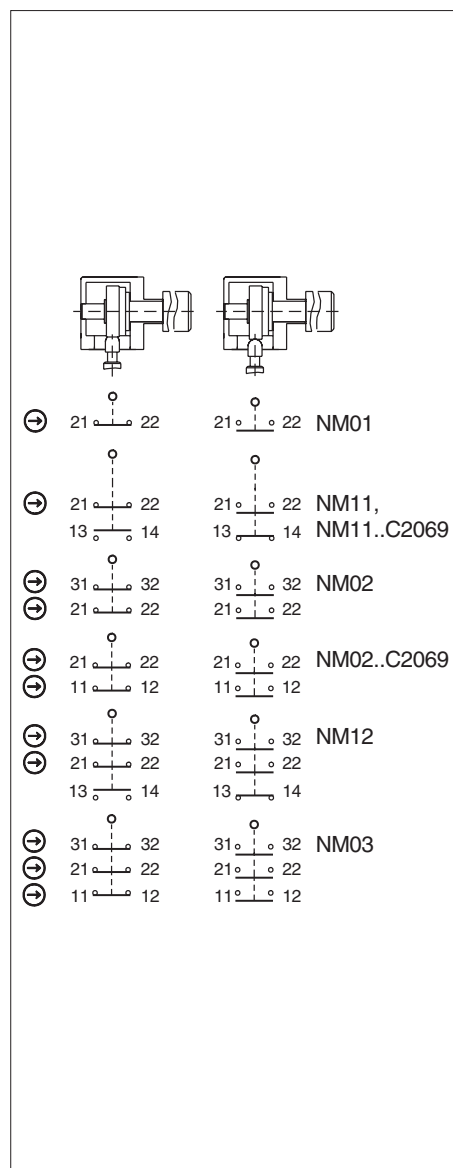

Fig. 3: Microinterruttori e commutazioni
Occorre utilizzare almeno un contatto (⊖). Questo segnala la posizione del riparo (per la disposizione dei contatti vedere Fig. 3).
3. Collegare e serrare i morsetti con una coppia di 0,5 Nm (per la disposizione dei contatti vedere Fig. 3).